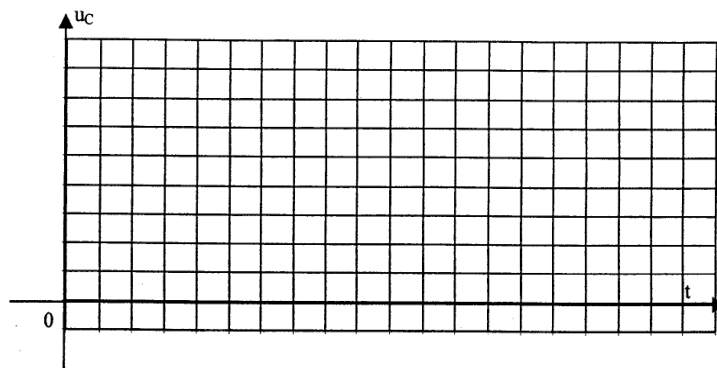

Figure 2
- 4) Tracer sur la figure 2 du document réponse l'allure de  $u_C(t)$  pour  $\alpha = 0,4$ . On prend 1 carreau pour 2 V et 1 carreau pour 10  $\mu\text{s}$ . Préciser les intervalles de temps pendant lesquels l'interrupteur H est fermé et ouvert